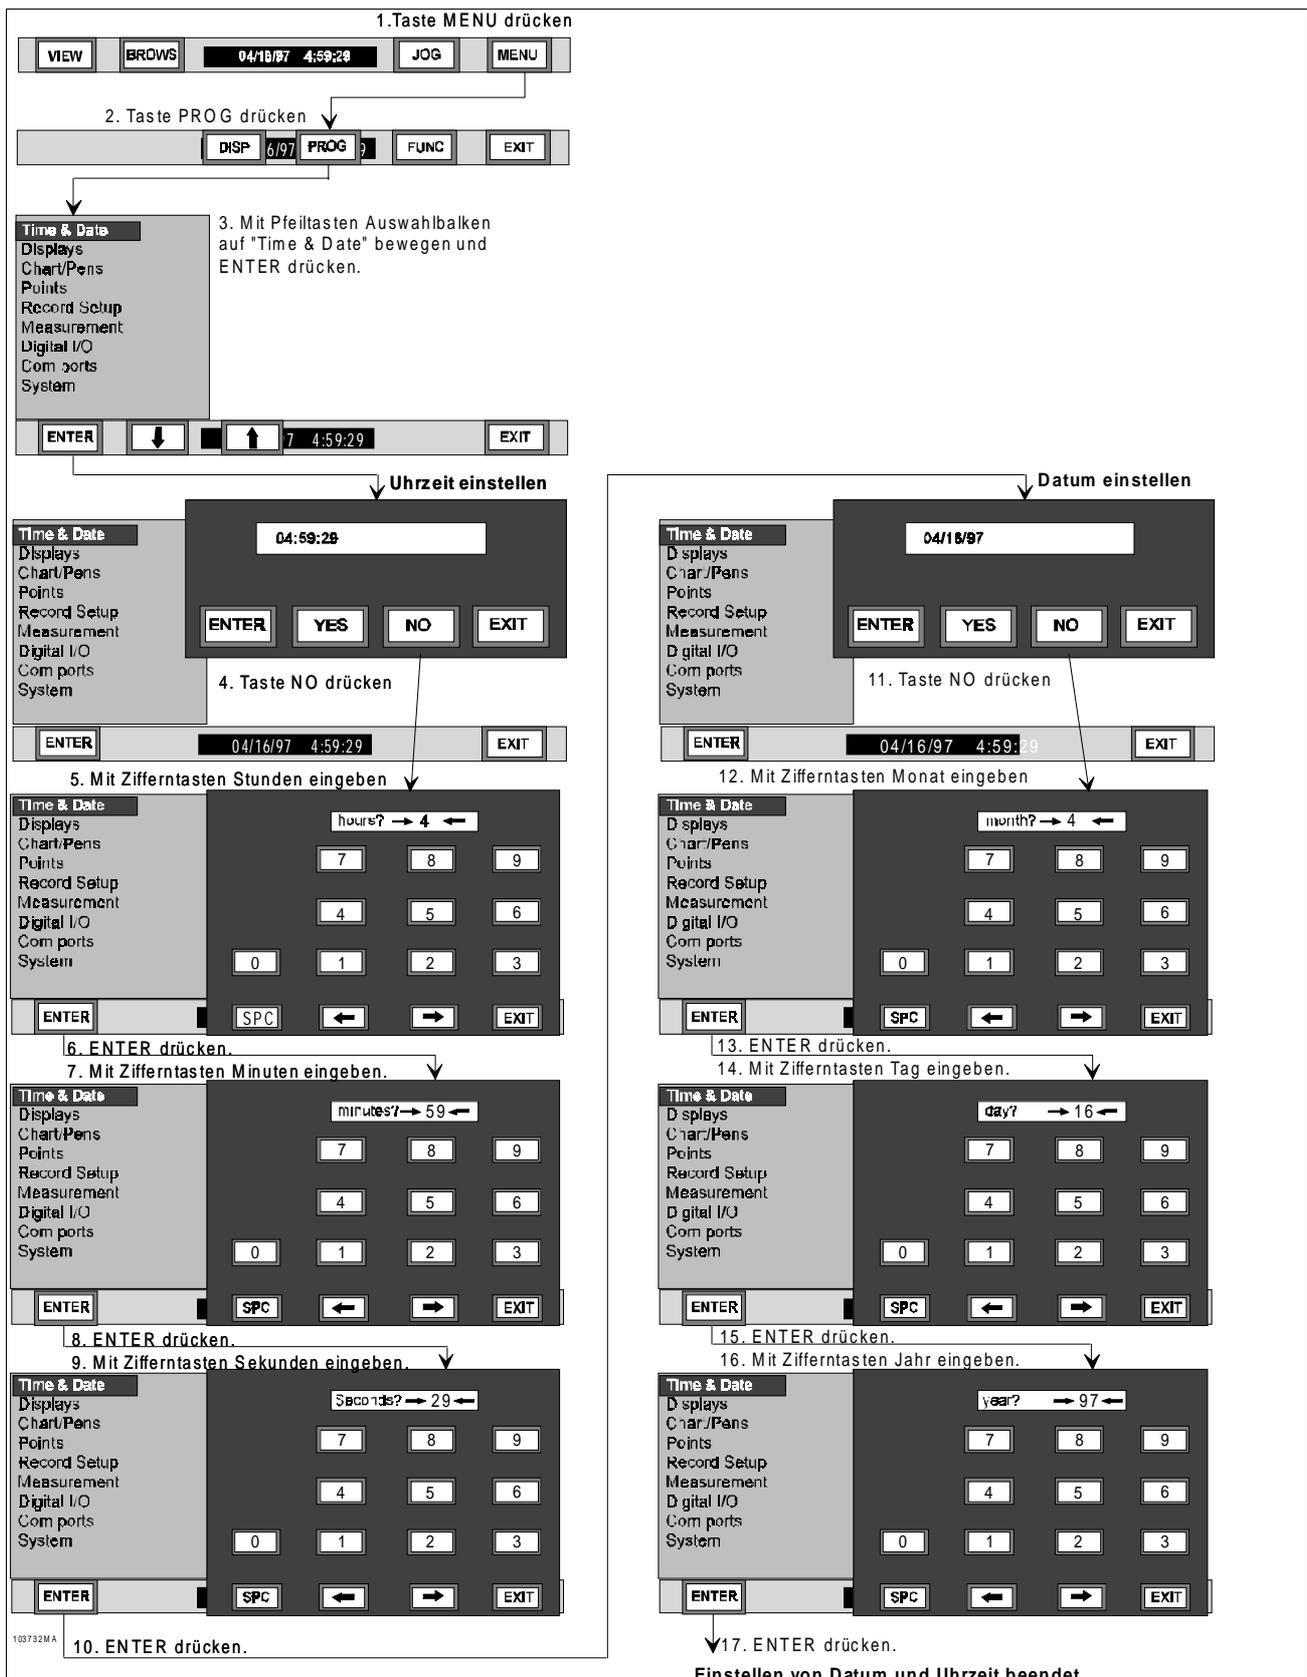

Bild 4-5 Ablaufdiagramm Menü "Time & Date"
4.3.2 Zeitanzeige einstellen. Die folgenden Schritte erklären, wie Uhrzeit und Datum im Schreiber eingestellt werden (siehe auch Bild 4-5).